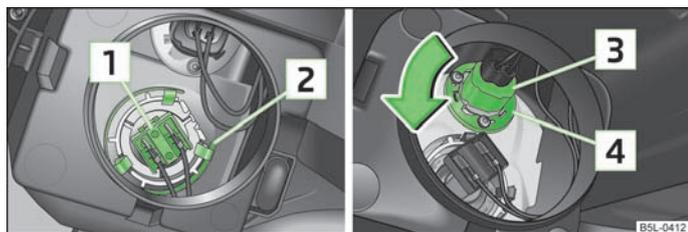

Fig. 172 Démontage : ampoule de l'antibrouillard/ampoule des feux de jour
- Débrancher la fiche **1** » fig. 172.
- Débrancher la fiche **3** » fig. 172.